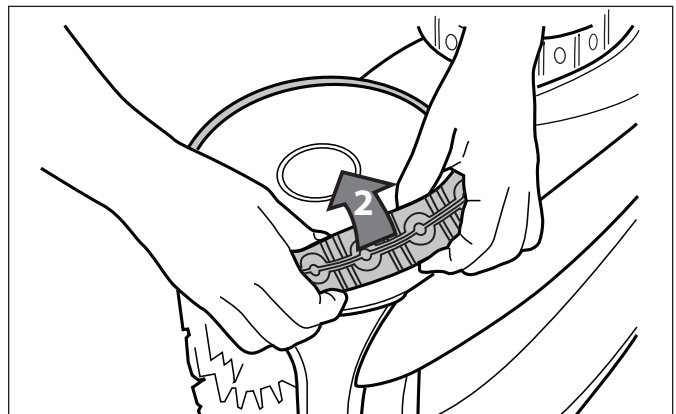

Figure 32. Enlever le pneu utilisé
2. Retirer le pneu utilisé (Figure 32).